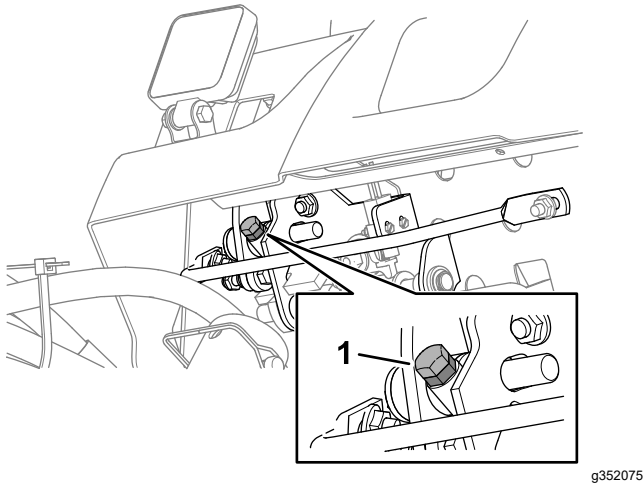

Figura 91
- Para reducir la velocidad de siega, gire el tornillo de tope de velocidad (Figura 91) en sentido horario.